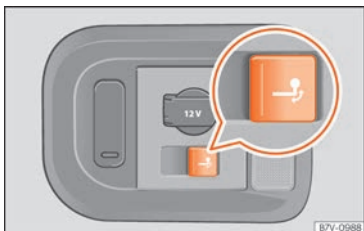

Abb. 279 Im Gepäckraum rechts: Taste zur Entriegelung der Anhängerkupplung.
- Ziehen Sie kurz an der Taste »» » **Abb. 279**. Die Anhängerkupplung wird automatisch entriegelt und dreht selbsttätig heraus. Die Kontrollleuchte der Taste blinkt.
- Ziehen Sie kurz an der Taste »» » **Abb. 279**. Die Anhängerkupplung wird elektrisch entriegelt.
- Wenn die Kontrollleuchte der Taste »» » **Abb. 279** → *blinkt*, ist die Anhängerkupplung noch nicht vollständig eingerastet oder beschädigt »» » ⚠.
- Wenn die Kontrollleuchte bei geöffneter Heckklappe »» » **Abb. 279** → *dauerhaft leuchtet*, ist die Anhängerkupplung vollständig eingerastet, sowohl in eingezogener als auch in herausgeschwenkter Stellung.
- Drücken Sie keinesfalls die Taste »» Abb. 279, wenn ein Anhänger oder ein Gepäckträger oder anderes Zubehör auf der Anhängerkupplung eingehängt ist.